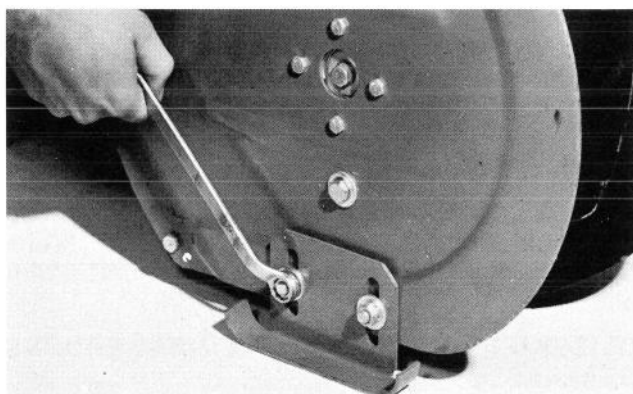

Fig. 32
1. Anbring sneslyngen på en plan overflade. Løsn de fire møtrikker (Fig. 32) der holder begge meder fastspændt til indsamlingsskruens sideplader, indtil de kan bevæges op og ned.
4. Når sneslyngen skal bruges på en sten- eller grusoverflade, juster da mederne således: løsn de fire møtrikker som beskrevet i punkt 1 (Fig. 32). Skyd mederne så langt ned som muligt således at indsamlingsskruen er så langt væk fra overfladen som mederne tillader. Spænd derpå de fire møtrikker igen.